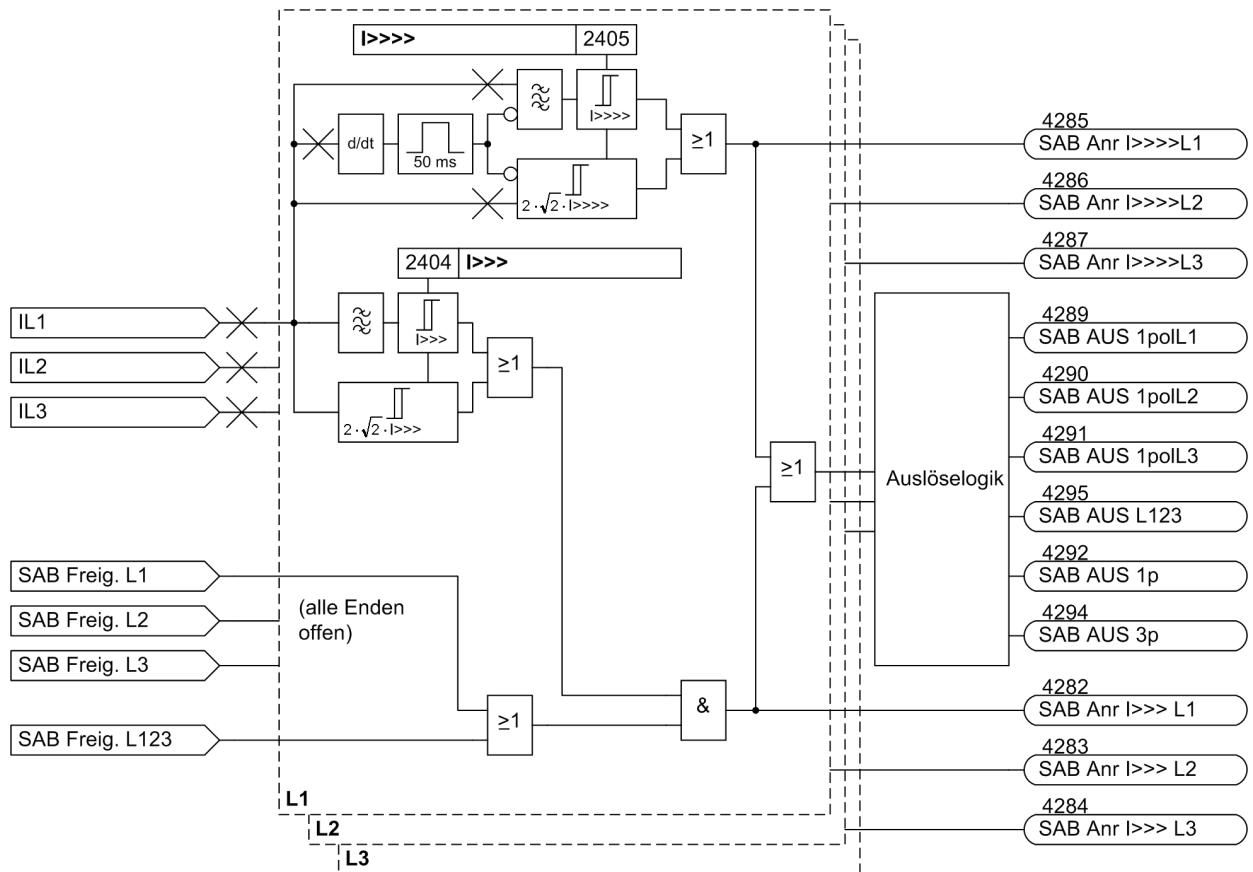

Bild 2-116 Logikdiagramm der Hochstrom-Schnellabschaltung
- Bild 2-116 zeigt das Logikdiagramm. Die I>>>-Stufe im unteren Teil des Diagramms arbeitet phasenetrennt. Bei Hand-Einschaltung des Leistungsschalters werden alle drei Phasen über das interne Freigabesignal „SAB Freig. L123“ freigegeben, das von der zentralen Funktionssteuerung des Schutzes geliefert wird, vorausgesetzt, die Hand-Einschaltung kann dort erkannt werden (siehe Abschnitt 2.23.1).
- I>>>>-Stufe** Die I>>>>-Stufe löst unabhängig von der Stellung der Leistungsschalter aus. Auch hier werden die Ströme numerisch gefiltert und ab dem doppelten Einstellwert der Scheitelwert der Ströme erfasst. Bild 2-116 zeigt das Logikdiagramm im oberen Teil.